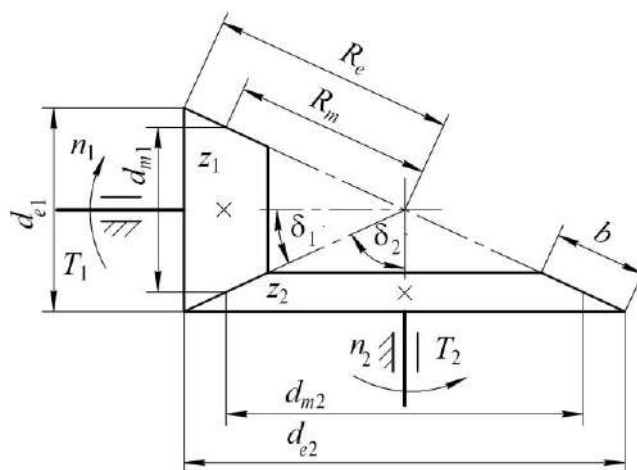

Рис. 2.2. Схема конической зубчатой передачи
**Проектный расчет.** Ориентировочно определяют внешний диаметр зубчатого колеса (рис. 2.2)